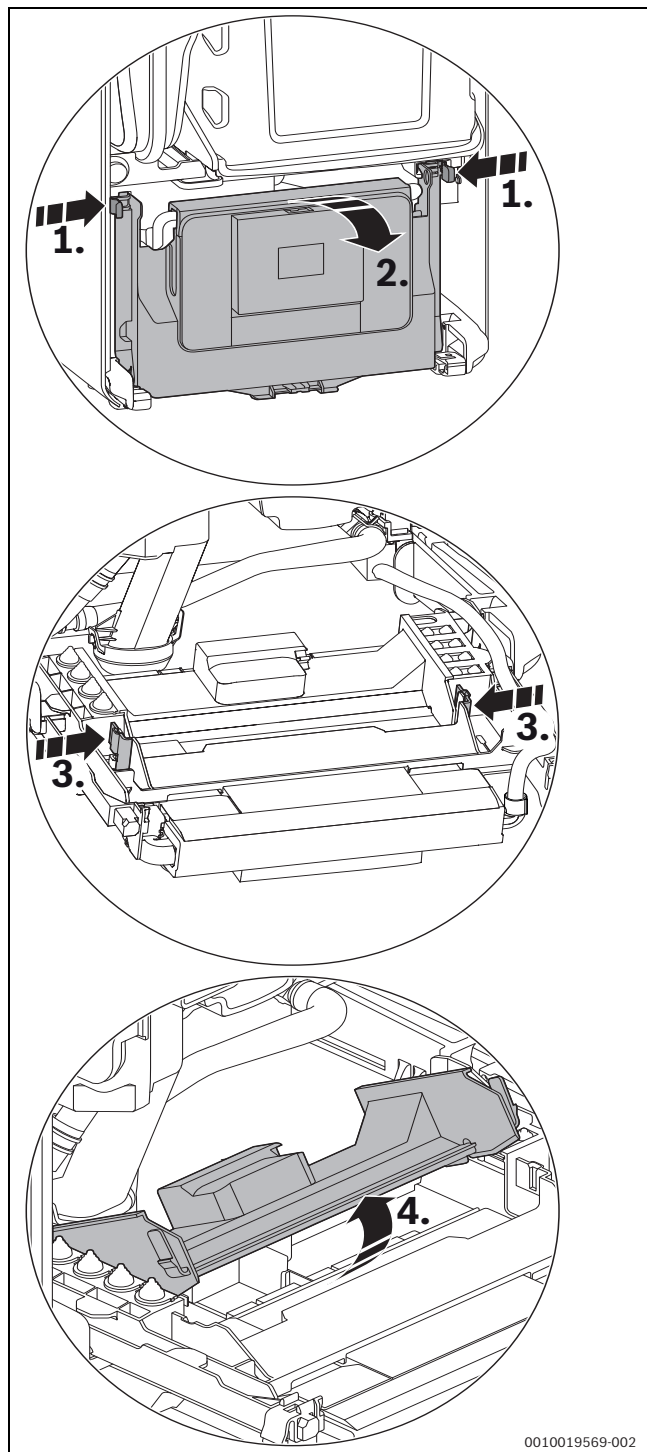

Fig. 27 Abrir o aparelho de comando
- Inclinar o painel de controlo para baixo (→ fig. 27).